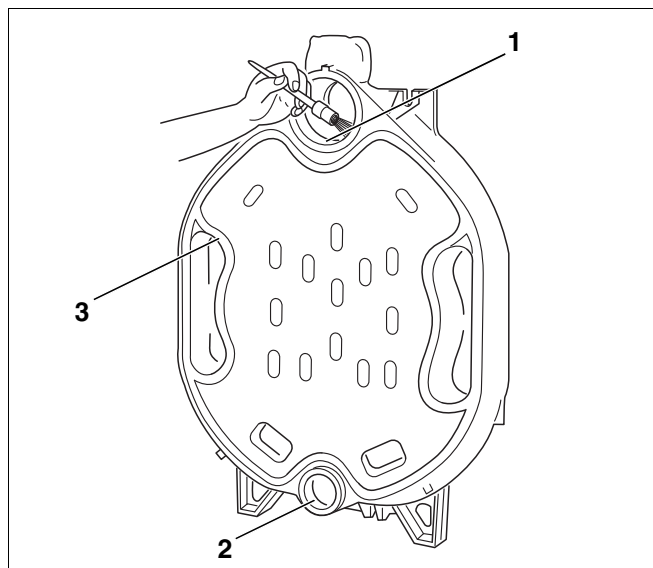

Fig. 8 Préparation des rainures d'étanchéité et des moyeux
- ▶ Si nécessaire, nettoyer les rainures d'étanchéité avec une brosse métallique et un chiffon (fig. 8, [3]).
- ▶ Nettoyer les surfaces d'étanchéité des moyeux (fig. 8, [1] et [2]) avec un chiffon imbibé d'essence.